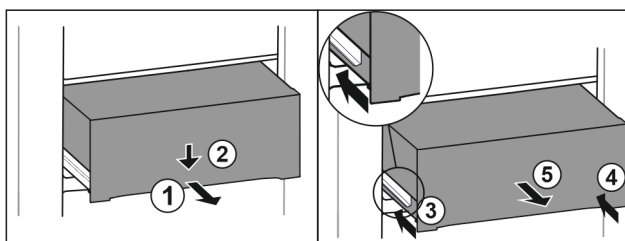

Fig. 75
- ▶ Wyciągnąć szufladę do połowy. Fig. 75 (1)
- ▶ Popchnąć szufladę z przodu w dół. Fig. 75 (2)
- ▶ Wsunąć lewą szynę o ok. 2 cm. Fig. 75 (3)
- ▶ Wsunąć prawą szynę o ok. 2 cm. Fig. 75 (4)
- ▶ Wyjąć szufladę do przodu. Fig. 75 (5)